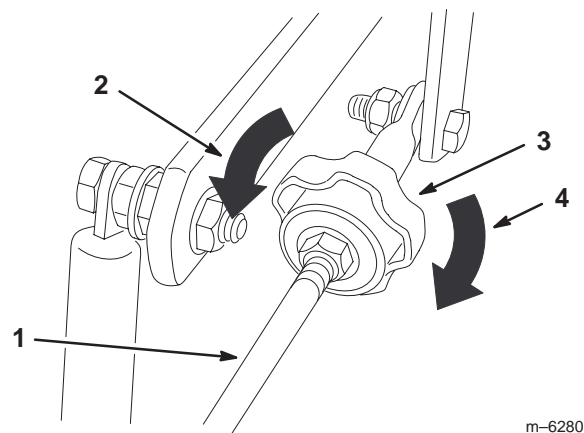

Figure 60
4. Pour que la machine tire à droite, tournez le bouton vers la droite de la machine (voir la figure 60).
5. Pour que la machine tire à gauche, tournez le bouton vers la gauche de la machine (voir la figure 60).